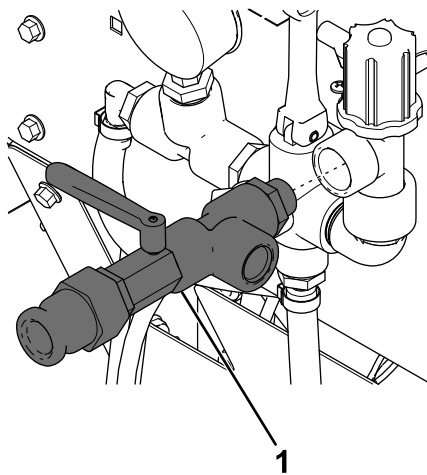

Bild 4
3. Tragen Sie Gewindegicherungspaste am Ende des Rückschlagventils auf und bringen Sie es am Sprühregler an (Bild 4).